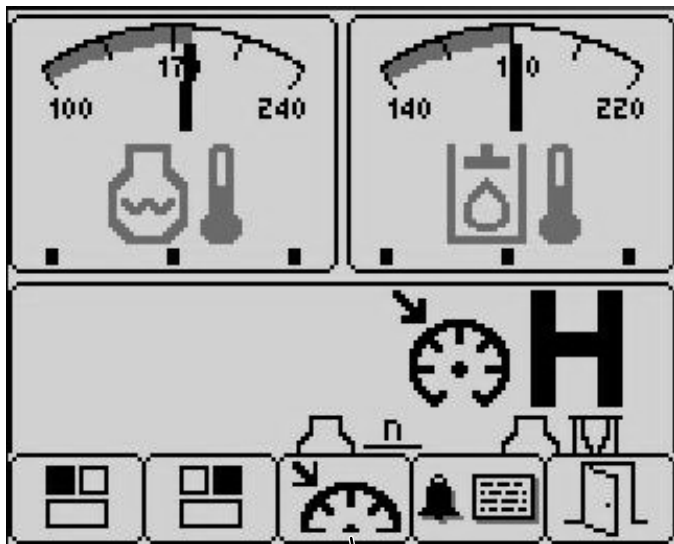

Figura 28
3. Pulse el botón 3 para acceder a la pantalla de Control de crucero (Figura 28).